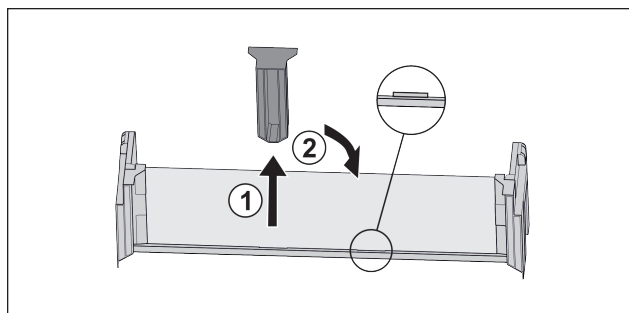

Fig. 124
- ▶ Træk den midterste holdedel ud Fig. 124 (1).
- ▶ Sæt den midterste holdedel i på den anden position Fig. 124 (2).